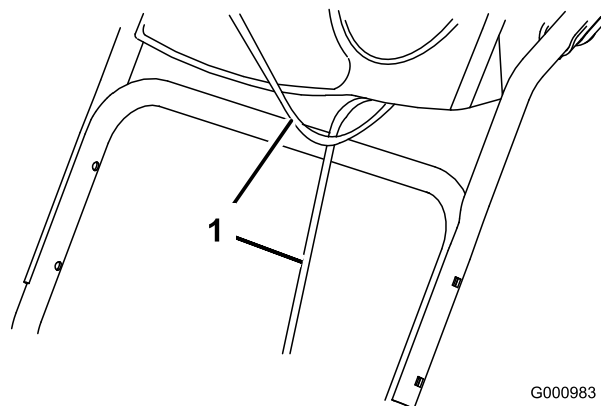

Figura3
1. Ridicați și rotiți mânerul superior și poziționați-l peste mânerul inferior (Figura3).